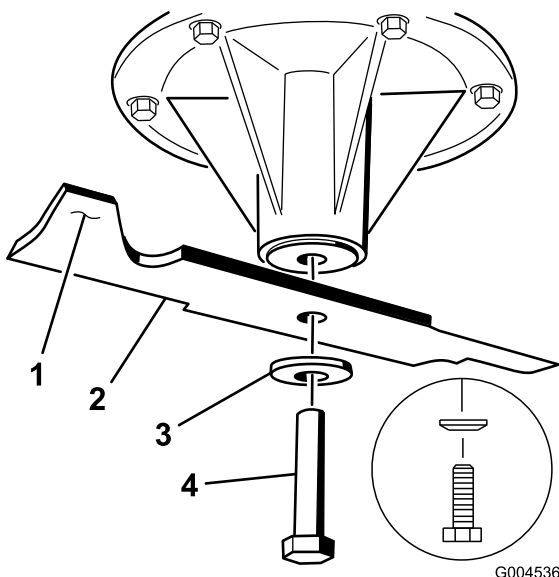

Figura 81
1. Montate la lama sull'asse del fusello (Figura 81).
2. Montate il disco elastico e il bullone della lama. Il cono del disco elastico deve essere rivolto in verso la testa del bullone (Figura 81). Serrate il bullone della lama a 115–149 Nm.